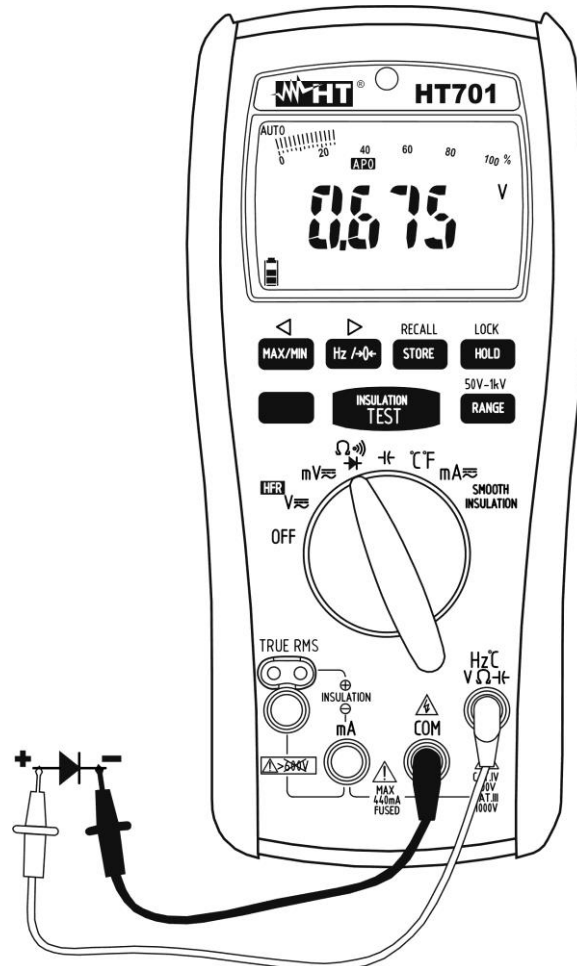

Fig. 7 : Utilisation de l'instrument pour le test des diodes
4. Positionner les embouts aux extrémités de la diode sous test en respectant les polarités indiquées (voir Fig. 7). La valeur de la tension de seuil en polarisation directe est affichée. Pour une bonne jonction P-N, l'instrument doit afficher une valeur comprise entre 0.4 et 0.9V. Si la valeur de la tension de seuil est de 0mV, la jonction P-N de la diode est en court-circuit.
5. Si l'instrument affiche le message « **OL** » les embouts de la diode sont inversés par rapport à ce qui est indiqué dans Fig. 7 ou bien la jonction P-N de la diode est endommagée.